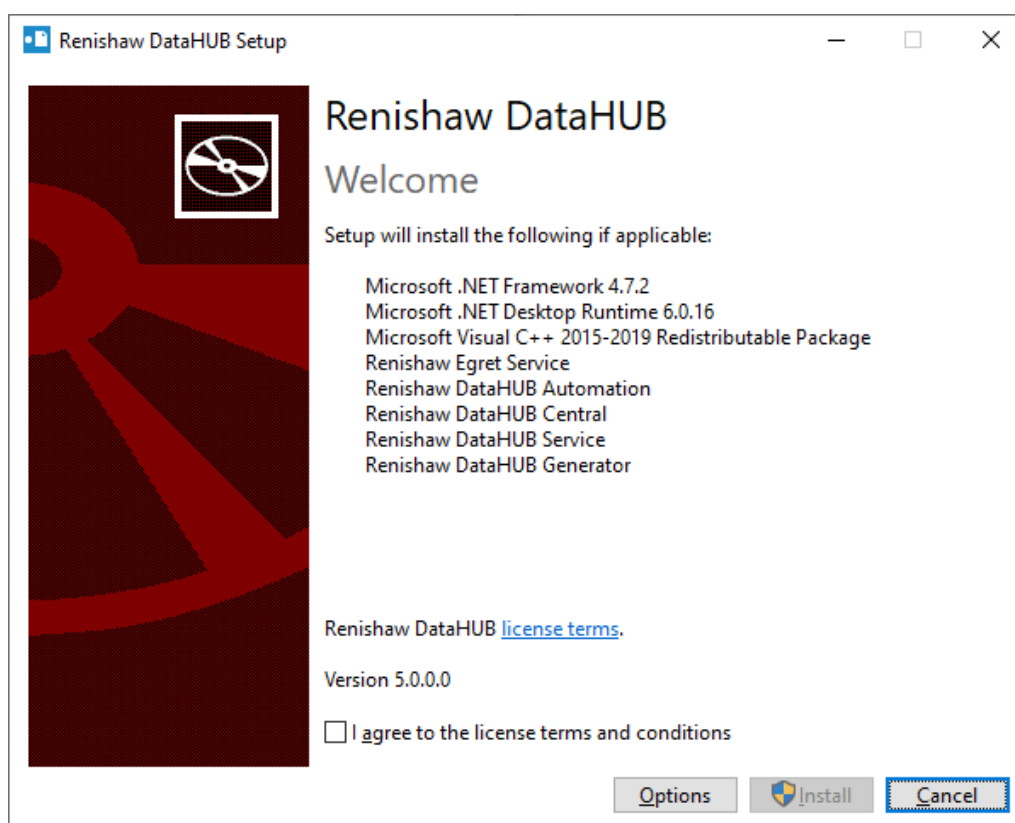

Figura 15 Elenco dei componenti da installare
3. Controllare l’elenco dei componenti da installare. Se non sono già presenti nel PC, i relativi programmi di installazione verranno eseguiti durante il processo. Per creare comandi rapidi, fare clic su “Options” (Opzioni) e selezionare le caselle desiderate. Selezionare “Install” (Installa) – vedere Figura 15.